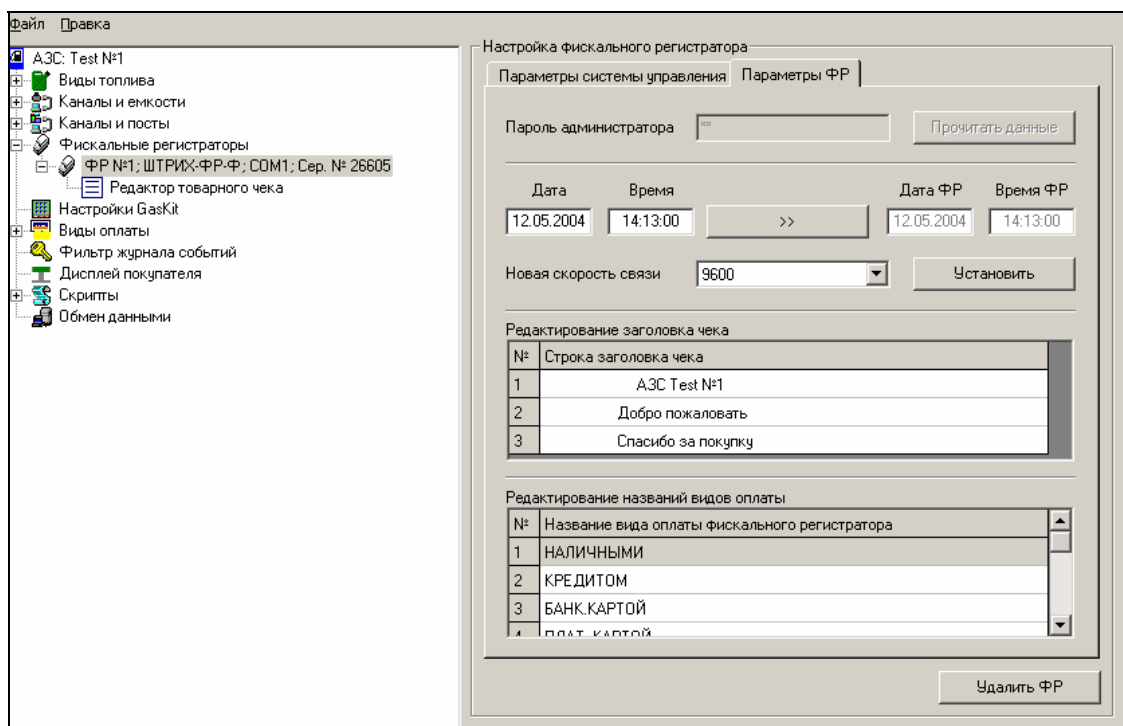

Рисунок 15
- Вкладка программирования параметров фискального регистратора (рисунок 15) – позволяет программировать такие параметры выбранного фискального регистратора, как: